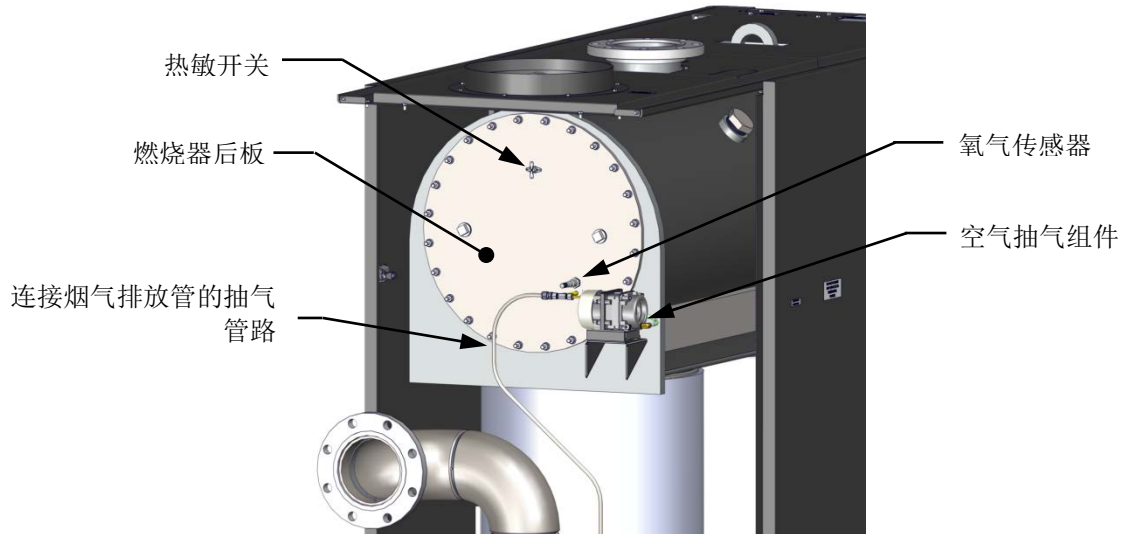

图 4-8: 显示燃烧器后板的部分后视图
5. 取下面板后，可以接触到燃烧室后板，如下图 4-8 所示。
12. 请参考图 4-8，注意后部耐火材料的位置。拆除耐火材料之前，使用永久性记号笔或胶带根据需要进行标记。